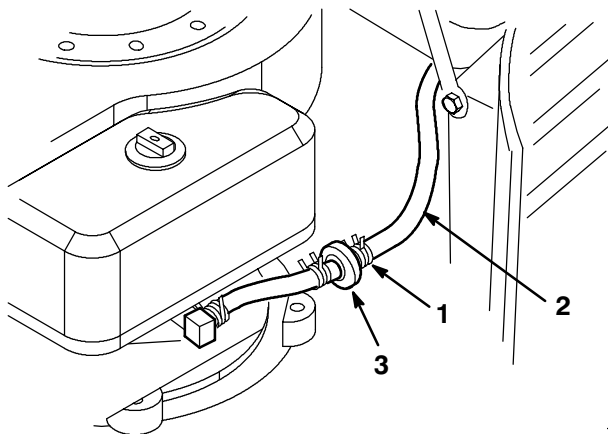

Abbildung 27
- Die Enden der Schlauchklemme zusammendrücken und die Klemme an der Kraftstoffleitung entlang nach oben zum Kraftstofftank schieben (Abb. 27).
- Die Kraftstoffleitung vom Filter ziehen (Abb. 27) und das Benzin in einen Benzinkanister oder eine Auffangschale ablaufen lassen.
Der beste Zeitpunkt zum Austausch des Kraftstofffilters (Abb. 27) ist bei leerem Kraftstofftank. Niemals einen schmutzigen Filter wieder anbringen, der von der Kraftstoffleitung entfernt worden ist.
- Die Enden der Schlauchklemmen zusammendrücken und die Klemmen vom Filter wegschieben (Abb. 27).